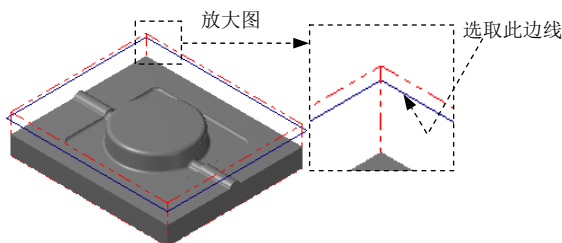

图 12.11 选取切削范围边线
(2) 设置加工边界。在 **Containment boundary** 区域中单击 按钮，系统弹出“串连选项”对话框。在图形区中选取图 12.11 所示的边线，单击 按钮，系统返回至“刀具路径的曲面选取”对话框。
(3) 单击 按钮，完成加工区域的设置，同时系统弹出“曲面残料粗加工”对话框。